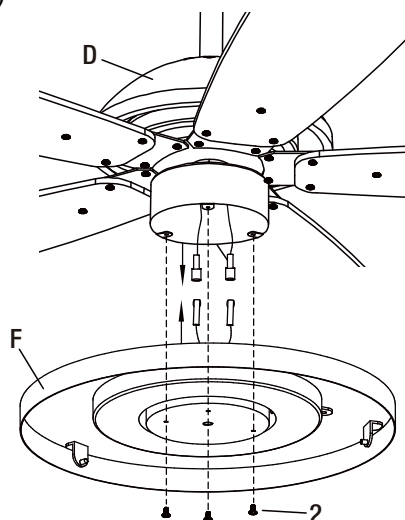

Figura 14
- Quite los tres tornillos del juego de luces (2) de la caja del interruptor. Conecte el cable azul del ventilador al cable azul del juego de luces y el cable blanco del ventilador al cable blanco del juego de luces insertando firmemente los conectores juntos. (Figura 14)
- Coloque con cuidado todos los cables en la caja del interruptor y fije el juego de luces (F) a la caja del interruptor usando los tres tornillos instalados previamente en la caja del interruptor. (Figura 14)